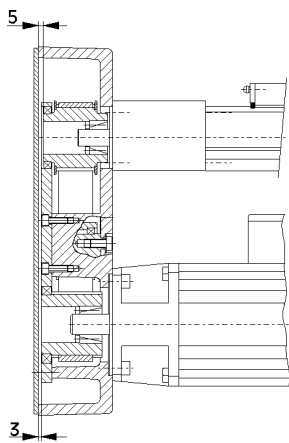

Figure 8
3. Déplacer les disques synchrones (4 et 5) avec les jeux de serrage DKWN (6 et 7) sur les profilés du moteur et de l'unité linéaire WIESEL, puis les bloquer. Le couple de serrage des vis sur le jeu de serrage DKWN en fonction de son diamètre intérieur (voir le tableau au chapitre 10 "Caractéristiques techniques"). Distance entre bord supérieur du carter et disque synchrone 3 à 5 mm (voir Figure 8).
4. Mettre la courroie crantée (8) en place.
5. Emboîter le galet tendeur (9) dans le carter et le fixer avec la vis (10) et la rondelle (11).
6. Emboîter la semelle de palier (12) sur le roulement à billes rainuré et le galet tendeur, la fixer avec des vis (13).